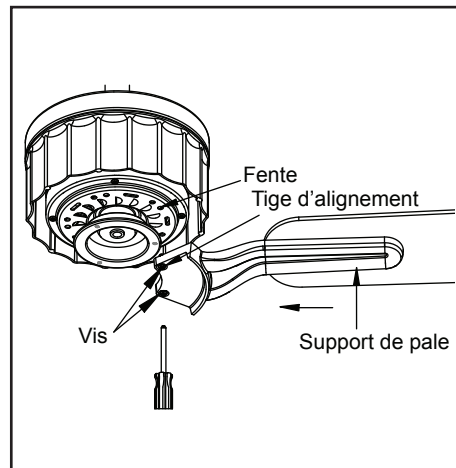

Figure 14
3. Fixez les pales au moteur en insérant la tige d'alignement dans la fente située au bas du moteur, puis en serrant les vis du moteur sont préinstallées sur les supports de pale (Figure 14).
2. La plupart des problèmes d'oscillation sont causés par la hauteur inégale des pales. Vérifiez la hauteur des pales en choisissant un point au plafond, au-dessus de l'extrémité de l'une des pales. Mesurez la distance entre un point au centre de chaque pale et ce point au plafond. Mesurez cette distance de la façon illustrée à la Figure 14. Faites tourner le ventilateur pour que la pale suivante soit en position pour la mesure. Répétez pour chaque pale. Les écarts de mesures devraient être inférieurs à 3,17 mm. Faites fonctionner le ventilateur pendant 10 minutes.